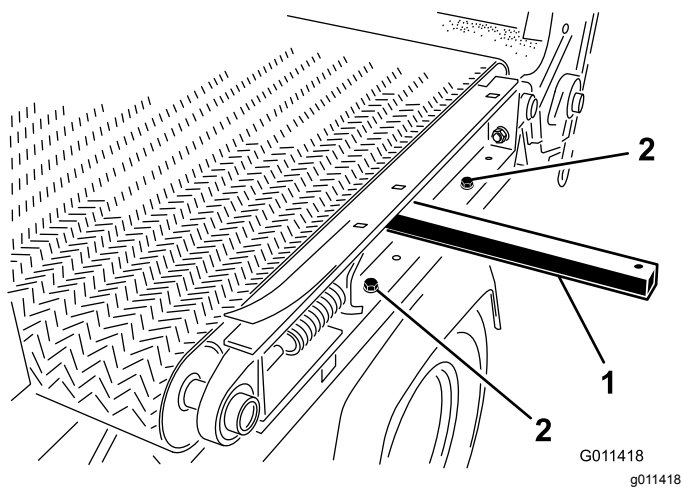

図 35
7. 機体の右側でスライダベッドをフレームに固定しているキャップスクリュ2本、ワッシャ、ナットを外す **図 35**。
A. 機体左側の穴に吊り上げ棒を入れ、棒を持ち上げてスライダベッドを裏返す **図 35**。